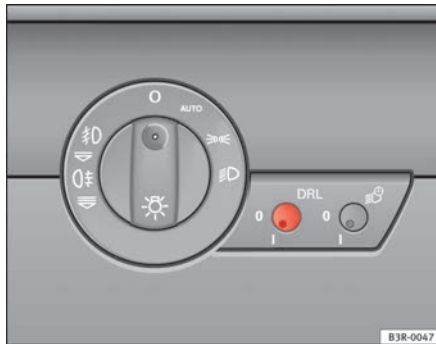

Abb. 88 Schalter für Tagfahrlicht
- Tippen Sie den Knopf ⇒ Abb. 88 an, um ihn aus seiner Einstellposition auszurassten.